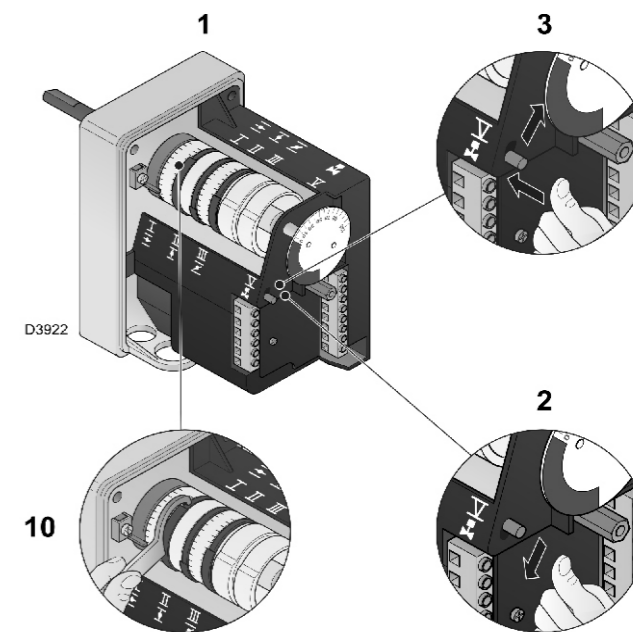

图 32
- ▶ 对凸轮 III 所进行的任何必要调整，尤其是微调，需通过一个磁铁使用位于伺服马达下方的专用调节键 10) (图 32)。
图例 (图 32)